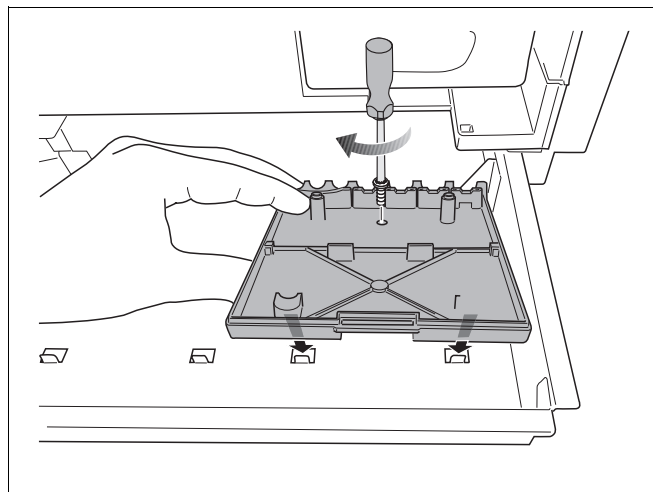

Bild 46 Montera vägghållare
- Montera vägghållaren (tillhör funktionsmodul) på den önskade platsen för lådan (bild 46).